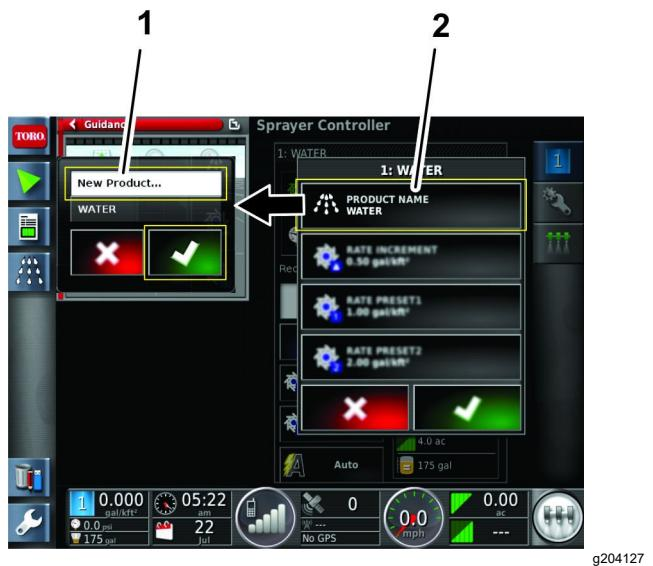

Figura 27
5. En la ventana de configuración de producto, pulse el icono de LISTA DE SELECCIÓN DE PRODUCTOS (Figura 27).
6. Pulse el icono NEW PRODUCT... (Nuevo producto) y pulse el icono de confirmación (Figura 27). Se muestra el asistente New Product Setup (Configuración de nuevo producto).